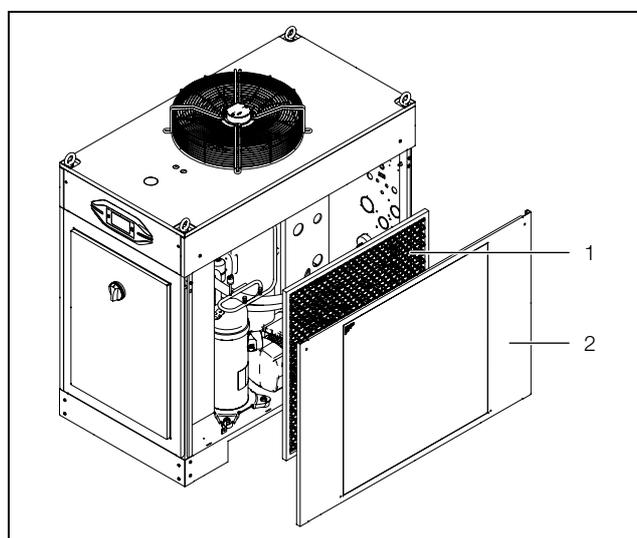

Рис. 15: Демонтаж боковой стенки
- Демонтируйте боковую стенку (рис. 15, поз. 2) чиллера и отставьте или положите ее в надежном месте.
- Установите металлический фильтр (рис. 15, поз. 1) внутри на боковую стенку в предназначенную для этого раму и закрепите его.